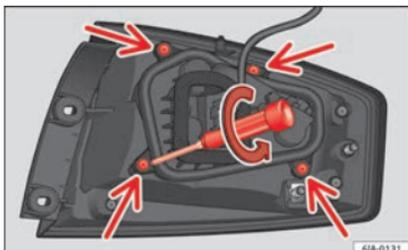

Fig. 100 Tornillos de fijación en la parte posterior de la unidad de luz trasera.
- Desatornille los cuatro tornillos de fijación del portalámparas en sentido antihorario con el destornillador de dotación o una llave Torx 20 (T20) » fig. 100. Tener precaución de no perder los tornillos de fijación del portalámparas.